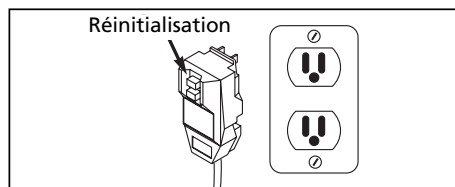

Figure 6 - Prise de terre/réinitialisation
1. Branchez le cordon dans une prise mise à la terre de 120 V et appuyez sur le bouton de réinitialisation tel qu'illustré à la Figure 6.